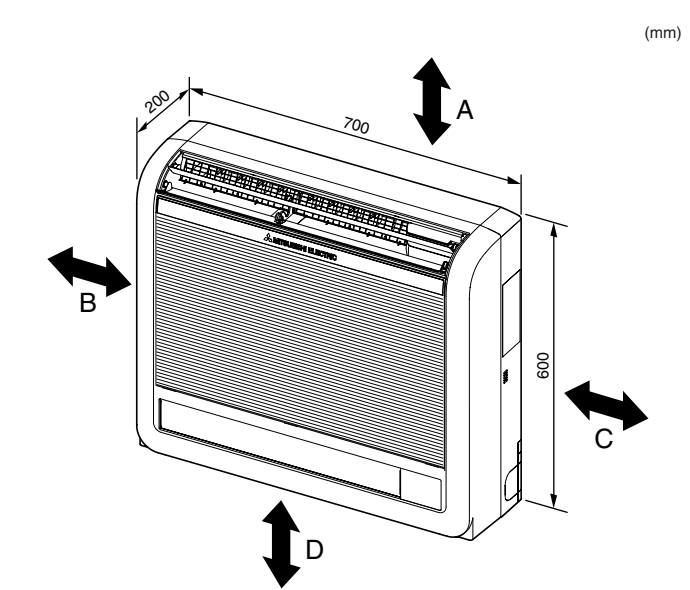

Fig. 2-1
①	Tuyau flexible d'évacuation	1
②	Gaine du tuyau	1
③	Collier	2
④	Support de fixation de l'appareil interieur	1
⑤	Vis de fixation pour ④ 4 × 25 mm	5
⑥	Vis à bois pour la fixation de l'appareil interieur	4
⑦	Rondelle de ⑥	4
⑧	Bande de feutre (Utilisée pour la tuyauterie côté gauche ou arrière gauche)	1
⑨	Câble de la commande à distance MA	1
2.1. Dimensions externes (Appareil interieur) (Fig. 2-1)